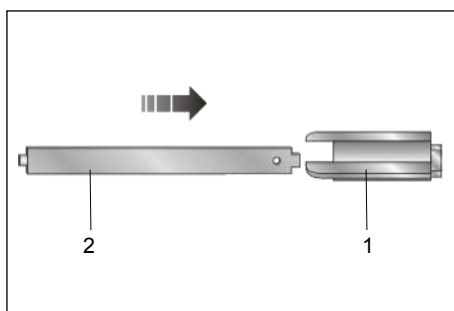
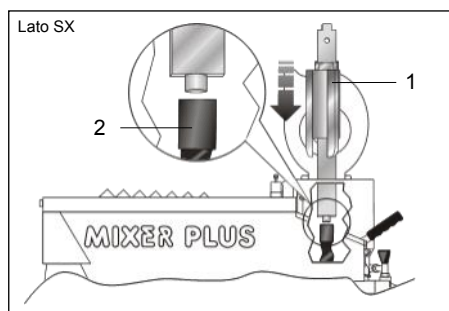

FIG.37 (Inserimento asta nel pulitore)
FIG.38 (Inserimento del pulitore nella camera di miscelazione)
5) Inserire manualmente l'asta (FIG.37-Rif.2) nel pulitore (FIG.37-Rif.1);
6) Inserire manualmente l'asta ed il pulitore (FIG.37-Rif.1), nella camera di miscelazione, ruotando manualmente l'asta fino ad innestarla nella cavità radiale del rotore (FIG.38-Rif.2);